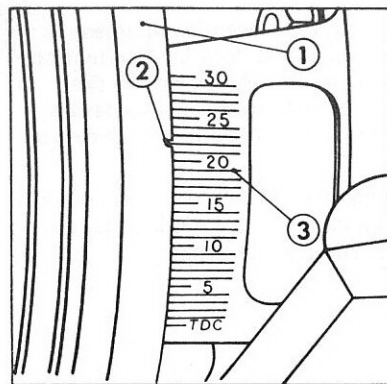

Fig. 30
4. Déposer la plaque de visite du volant moteur (Fig. 30) et aligner les repères corrects de celui-ci avec la rainure de son carter.